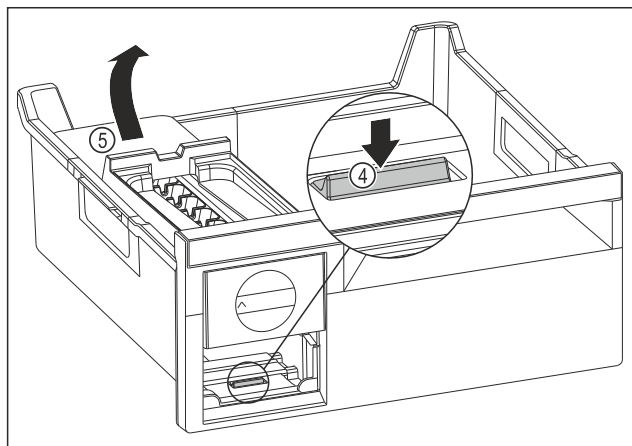

Fig. 143
- ▶ Изваждане на корпуса на EasyTwist-Ice: Натиснете езичето Fig. 143 (4) с пръст надолу и едновременно с това с другата ръка повдигнете корпуса на EasyTwist-Ice Fig. 143 (5) отзад.